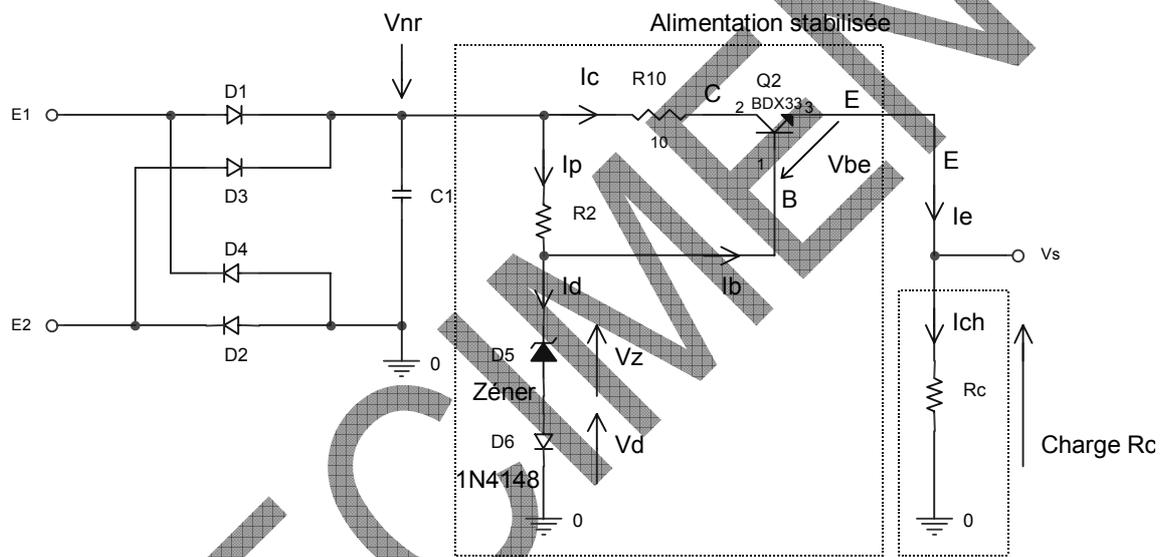

fig.6
3.4.2.1 Réaliser le schéma figure 6.